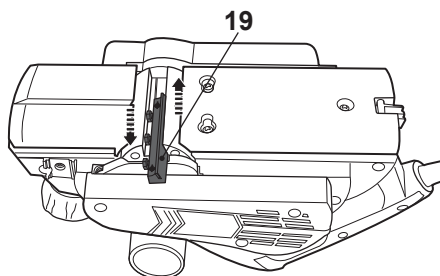

Fig. 17
- > Presione hacia abajo la protección (24) y manténgala en esa posición.
- > Deslice la cuchilla (19) entre el elemento de sujeción de la cuchilla (23) y el rodillo portacuchillas (21) (Fig. 17). Asegúrese de que la orientación de la cuchilla es correcta y que esta se posiciona centrada.
- > Apriete los pernos hexagonales (20) en sentido horario hasta que la cuchilla (19) quede firmemente sujeta.